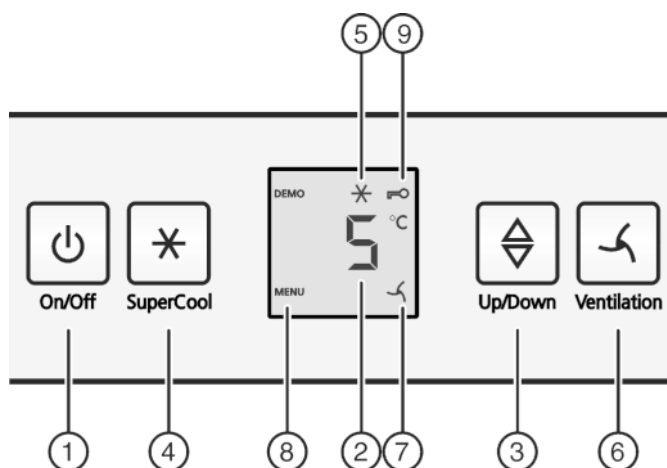

Fig. 3
- ▶ Aan/uit-toets *Fig. 3 (1)* indrukken.
- ▶ Toets SuperCool *Fig. 3 (4)* ca. 5 seconden indrukken.
- ▷ Op de display wordt het symbool Menu *Fig. 3 (8)* weergegeven.
- ▶ Met de toets SuperCool *Fig. 3 (4)* kort bevestigen.
- ▷ Het symbool Kinderbeveiliging *Fig. 3 (9)* op de display gaat branden.
- ▶ De toets On/Off *Fig. 3 (1)* kort indrukken.
- ▶ Temperatuurfunctie oproepen: Druk de insteltoets *Fig. 3 (3)* in.
- ▶ Temperatuur in 1 °C stappen wijzigen: Druk de insteltoets *Fig. 3 (3)* net zo vaak in, totdat de gewenste temperatuur op het temperatuurdisplay oplicht.
- ▶ Toets SuperCool Fig. 3 (4) kort indrukken.
- ▷ Het symbool SuperCool Fig. 3 (5) is verlicht in de display.
- ▷ Het symbool SuperCool Fig. 3 (5) in de display gaat uit.
- ▶ Druk kort op de toets Ventilatie Fig. 3 (6).
- ▷ Het symbool Ventilatie Fig. 3 (7) brandt.
- ▷ Het symbool Ventilatie Fig. 3 (7) gaat uit.